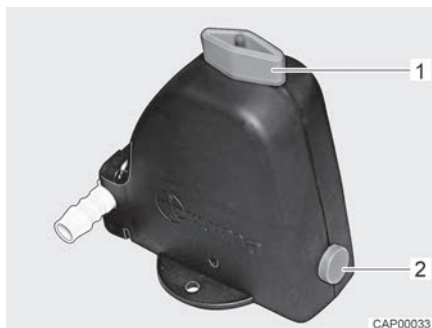
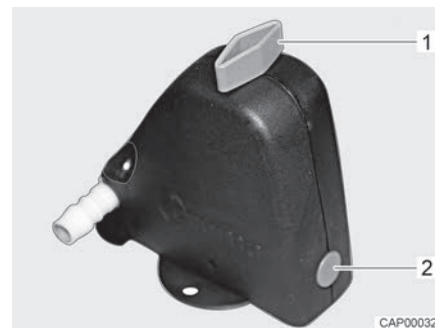

Fig. 141 Valvola di sicurezza/di scarico aperta
Fig. 142 Valvola di sicurezza/di scarico chiusa
- Chiudere la valvola di sicurezza/di scarico. A tal fine ruotare la manopola (Fig. 141,1) trasversalmente rispetto alla valvola di sicurezza/di scarico e premere verso l'interno il bottone automatico (Fig. 141,2). La valvola di sicurezza/di scarico chiusa è rappresentata in Fig. 142. Con temperature inferiori a 6 °C non è possibile chiudere la valvola di sicurezza/di scarico.